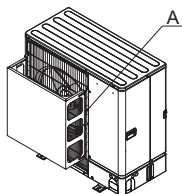

Fig. 2-4
(2) Montera en luftledare om enheten installeras på en plats där kraftig vind från tyfoner osv kan komma direkt in i luftutblåset. (Fig. 2-4)